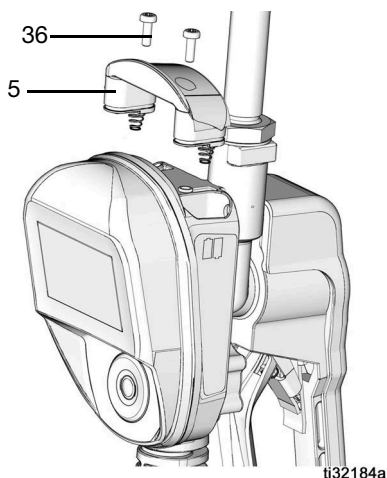

图 49
5. 更换盖 (5) 和螺丝 (36)。拧螺丝时不要用力过度（图 49）。